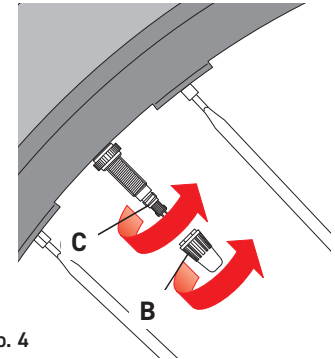

Abb. 4
- Schließen Sie den Sicherungsring des Ventils von Hand (C - Abb. 4).
- Bringen Sie die Ventilkappe wieder an (B - Abb. 4).